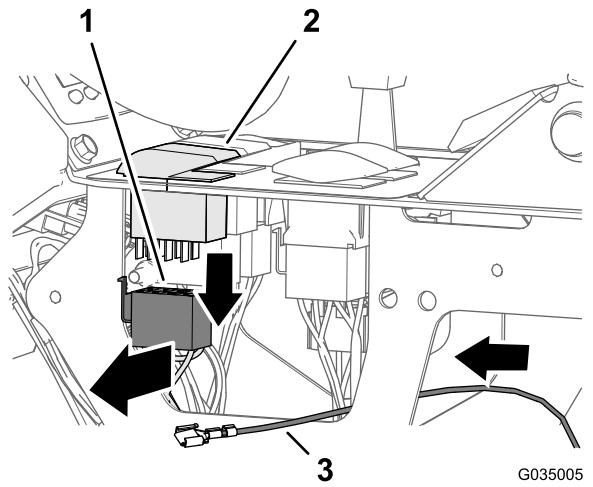

図 115
1. 散布ポンプスイッチの8ソケットコネクタについているラッチを解除して、コネクタをスイッチから外す図 115。